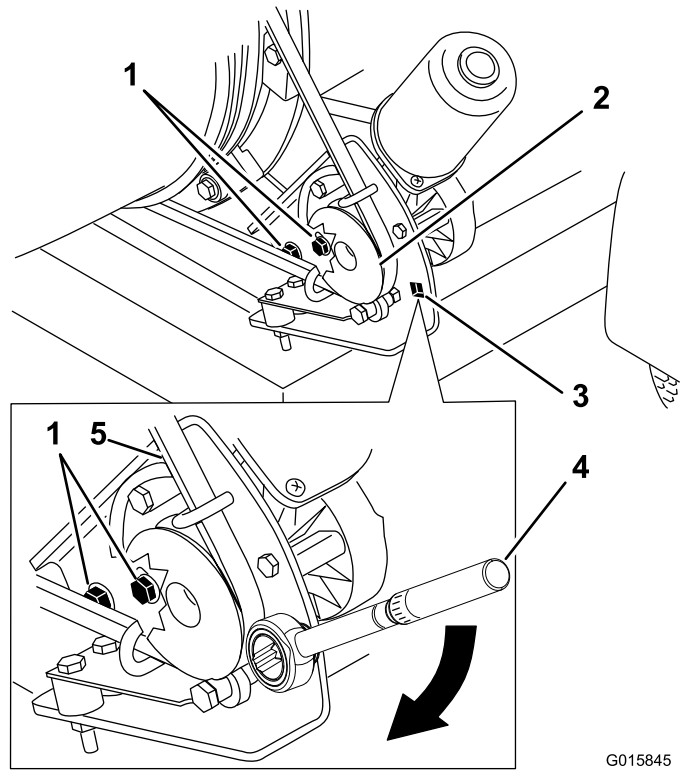

图25
1. 拧开将皮带轮安装支架固定到吹风机机架上的螺栓（图25）。
2. 将扭矩扳手放入皮带轮安装支架（图25）。
3. 将皮带轮安装支架转离出风管，直至扭矩扳手读数为22.6~26.0N·m（图25）。